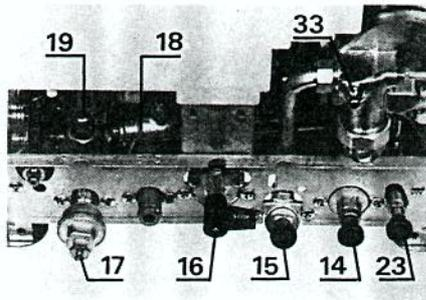

Fig. 2
- Tournez vers la gauche la manette du robinet de gaz (16) (fig. 2).
Fermer le robinet d'arrêt du gaz (16) (fig. 2) en tournant la manette vers la droite.
Le départ chauffage de la chaudière a été équipé d'un robinet (14) (fig. 2) donnant, si c'était le cas, la possibilité de supprimer en fonctionnement ÉTÉ ce phénomène particulier.
Il suffit lorsque l'on bascule l'interrupteur sur la position ÉTÉ de fermer le robinet départ chauffage (14) (fig. 2).
- ouvrez le robinet de remplissage (23) (fig. 2),
- dévissez la vis de vidange (33) (fig. 2).
- vissez à fond la molette de la soupape de sécurité (17) (fig. 2).
- dévissez la molette de la soupape de sécurité (17) (fig. 2).
- ouvrez le robinet de remplissage (23) (fig. 2) et remplissez lentement, fermez les différents purgeurs d'air du circuit.
2) Fermez les robinets départ et retour chauffage (14 et 19) (fig. 2) en poussant et en vissant à fond.
3) Vissez à fond la molette de la soupape de sécurité (17) (fig. 2).